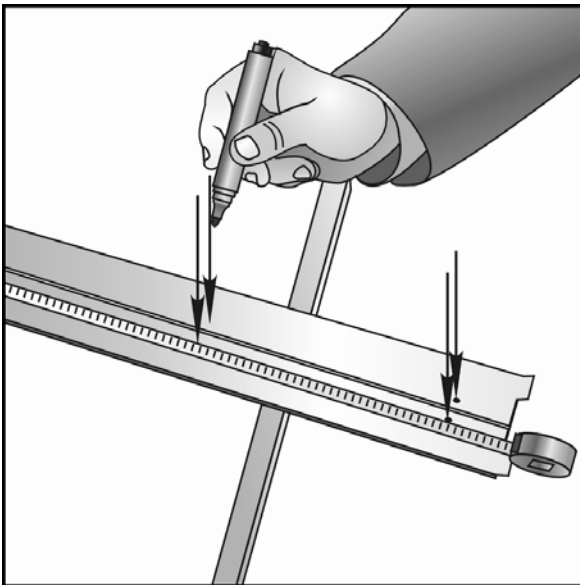
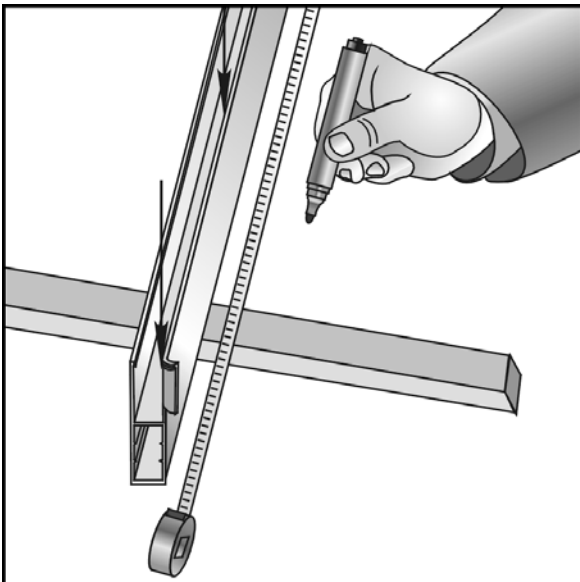

Рис. 2.1
Рис. 2.3
3. Разметить и сверлить отверстия  $\varnothing 8$  мм в направляющих шинах через две стенки. Нижнее и верхнее отверстия выполнить на расстоянии 100...150 мм от обрезов шины. Остальные отверстия равномерно располагать по длине шины с шагом 450...500 мм (рис. 2.1, 2.2) — накладной монтаж, (рис. 2.3, 2.4) — встроенный монтаж.